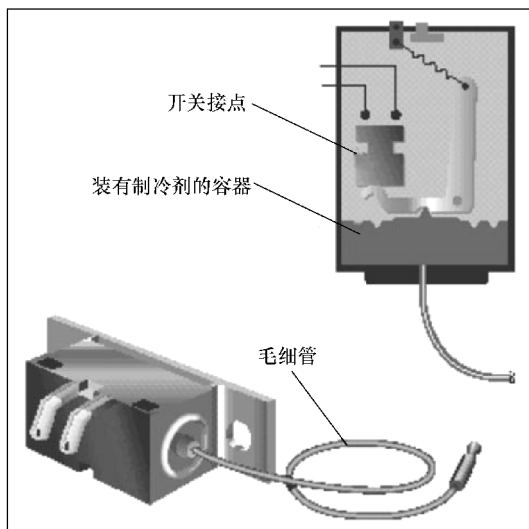

图 10-2 恒温控制器结构示意图
(2) 恒温控制器 空调开关由驾驶人控制，来自空调开关的电流在流到空调离合器前要先通过恒温控制器。如图 10-2 所示，恒温控制器有一根较长的毛细管，里面含有制冷剂，会因毛细管的温度变化而膨胀或者收缩，使开关内部的触点断开或接通。如果蒸发器温度不是太低，没有结冰的危险，恒温控制器便接通，允许电流通过至空调压缩机离合器，使离合器接合，压缩机工作。当蒸发器变冷时，恒温控制器不让电流通过，使空调离合器断电。恒温控制器一般用于膨胀阀式空调系统。